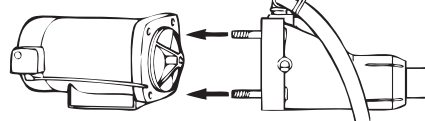

Figure 15 – Démontage de la pompe
Il n'est pas nécessaire de déconnecter la pompe de sa tuyauterie pour réparer ou remplacer le moteur ou le joint (voir Figure 15, page 14).
5. Enlever le moteur, la plaque d'étanchéité, la roue, le diffuseur et le socle sous forme d'un ensemble complet (voir Figure 15).